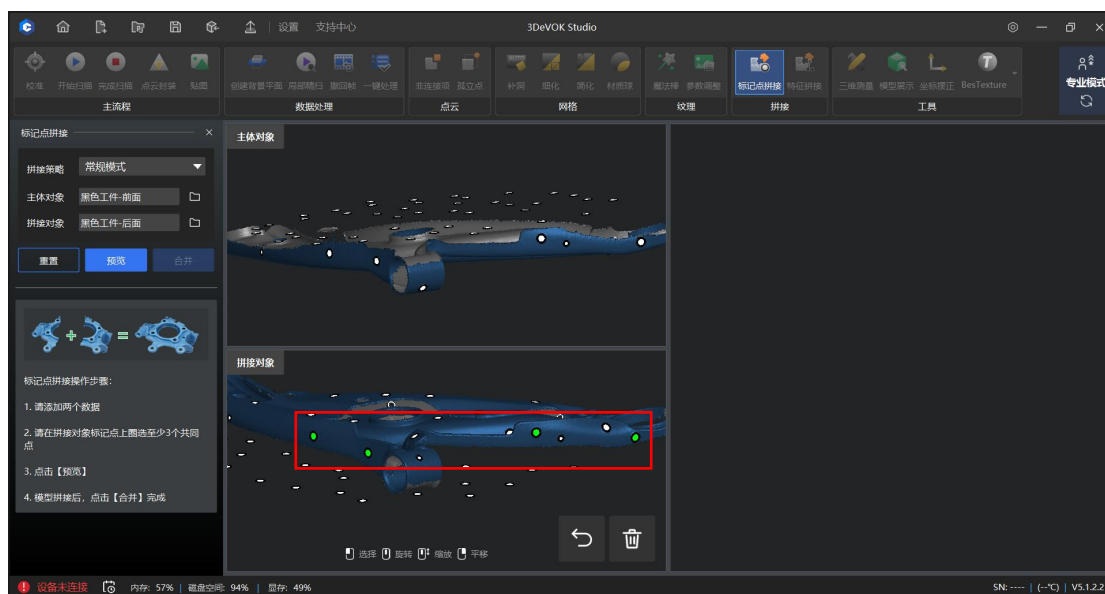

图 9-8 标记点拼接-选择模型共同标记点
4. 在下方的“拼接对象”中，单击鼠标左键圈选，选中与上方“主体对象”模型共有的至少四个标记点，如图 9-8 所示;